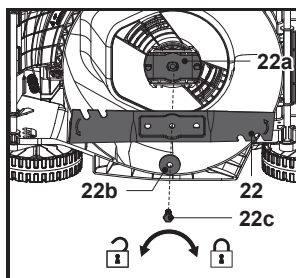

Fig. 22
5. Substitua a lâmina de corte (22) por uma nova do mesmo tipo. Verifique primeiro o estado do suporte da lâmina (22a) no fuso e, em seguida, fixe a lâmina de corte (22) no suporte da lâmina (22a), alinhando-a com os padrões no suporte da lâmina (22a), fixe o conjunto com a anilha plana (22b) e o parafuso de fixação (22c) e aperte manualmente.
6. Segure firmemente a lâmina de corte (22) com uma mão protegida com uma luva resistente e/ou com um pau de madeira e aperte o parafuso de fixação (22c) para a direita com um binário mínimo de 25 Nm e máximo de 30 Nm para garantir um funcionamento seguro da máquina (Fig. 22).